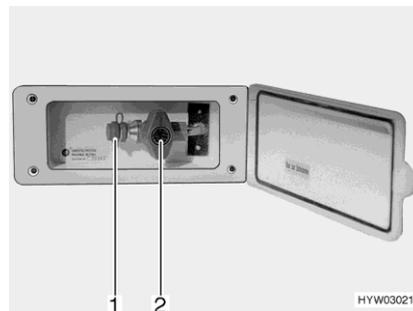

Fig. 181 Raccordement externe de gaz (robinet d'arrêt de gaz fermé)
- Raccorder l'appareil à gaz externe sur le raccord (Fig. 181,1).
- Ouvrir le robinet d'arrêt de gaz (Fig. 181,2).